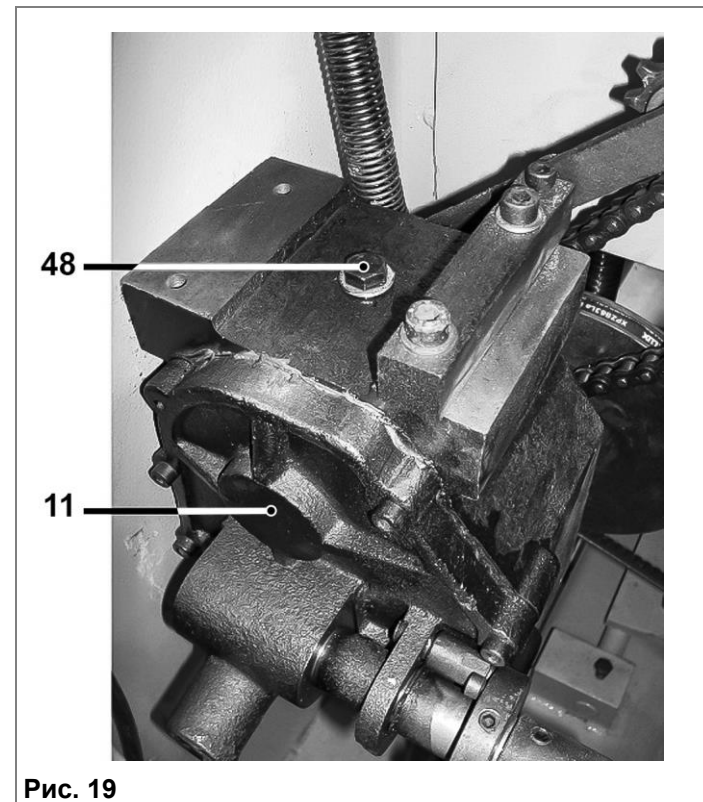
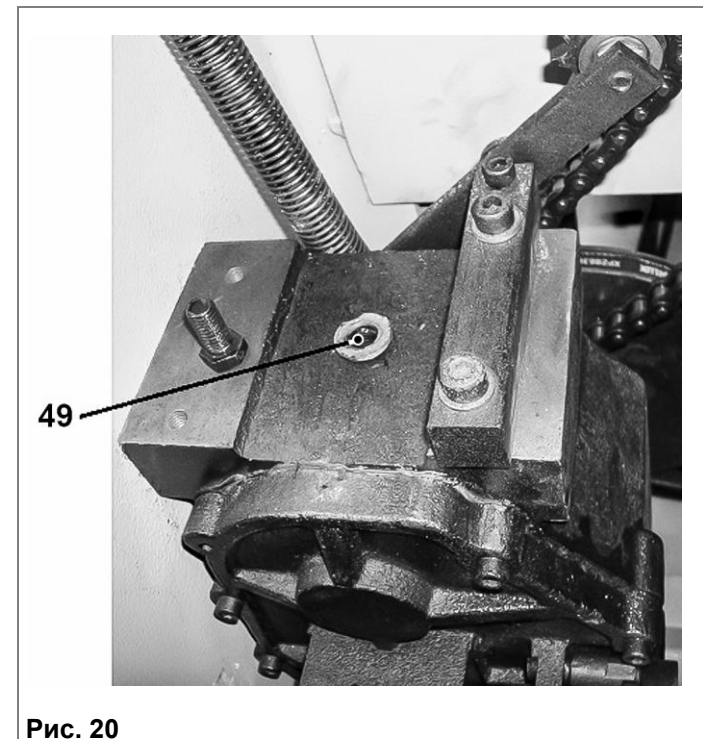

Рис. 19
Рис. 20
10.6.1. Выкрутите пробку (48), Рис. 19, проверьте наличие масла в коробке передач (11) через отверстие (49) (Рис. 20). При необходимости долейте через отверстие (49) масло для коробок передач.